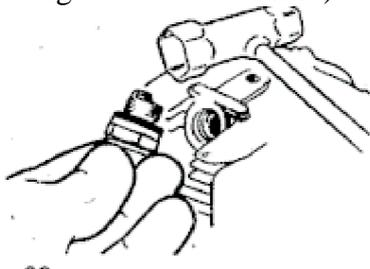

Figure 30
1. Déconnectez le câble de bougie en utilisant la clé à bougie (tourner dans le sens contraire des aiguilles d'une montre). Voir Figure 30